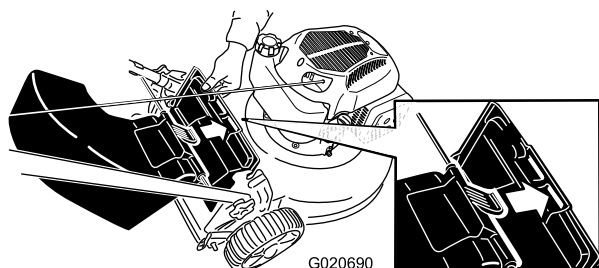

Рисунок 21
3. Вставьте выступ на заднем отражателе выброса в правую прорезь на заднем отражателе (Рисунок 21).